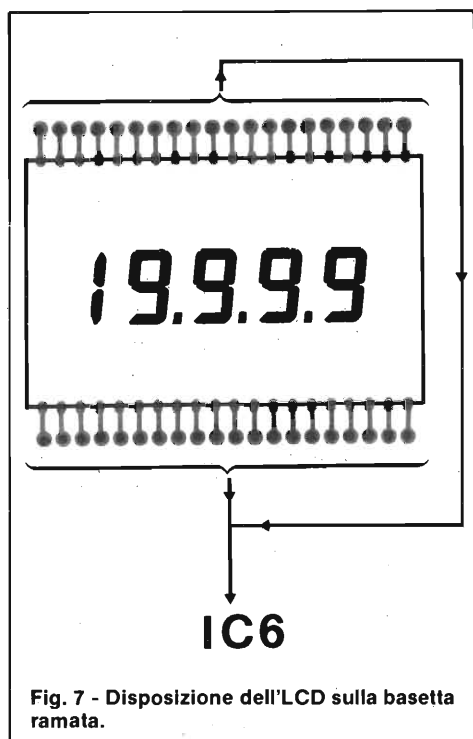

Fig. 7 - Disposizione dell'LCD sulla basetta ramata.
Per il montaggio pratico dello strumento fate riferimento alla figura 3 che riproduce la serigrafia dei componenti, mentre la figura 4 dà il circuito stampato in grandezza naturale. Ultimato il montaggio prima di procedere alla messa a punto assicuratevi che non siano stati commessi errori che potrebbero compromettere lo strumento. Superata questa fase procedete alla taratura. La figura 5 mostra la piedinatura di IC6 (ICM7224) mentre la figura 6 illustra la zoccolatura del LCD. Le figure 7 e 8 illustrano la disposizione pratica del LCD (7) e il CS in scala 1÷1 (8).